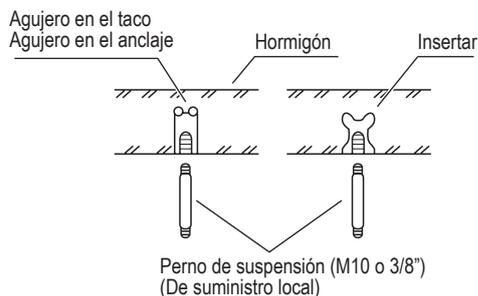

Fig. 7-3
- Insertar pernos de suspensión (Fig. 7-3)
- (2) Atornillar los pernos de suspensión permitiendo que sobresalgan del techo (Fig. 7-3). (Recortar el material del techo si es necesario).